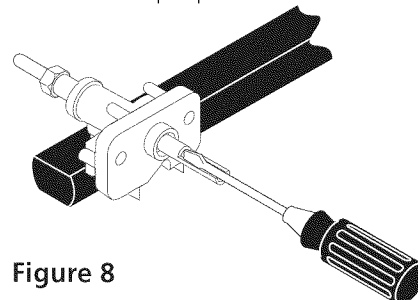

Figure 8
2. Le brûleur de surface doit s'allumer lorsque le gaz est disponible au brûleur supérieur. En fonctionnement normal, chaque brûleur doit s'allumer dans un délai de quatre (4) secondes après que l'air ait été purgé des canalisations d'alimentation. Regardez si le brûleur est allumé.
10.4 Réglez la position LOW des robinets des brûleurs de surface (voir Figure 8)